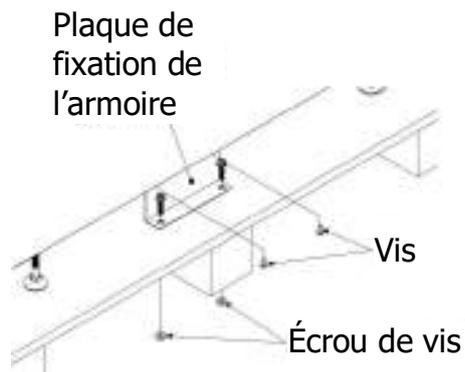

Figure 2-3
3. Retirez les 2 plaques de fixation de l'armoire et desserrez les pieds en les tournant dans le sens antihoraire. Ensuite, déplacez l'armoire de la palette. Reportez-vous la figure 2-3.